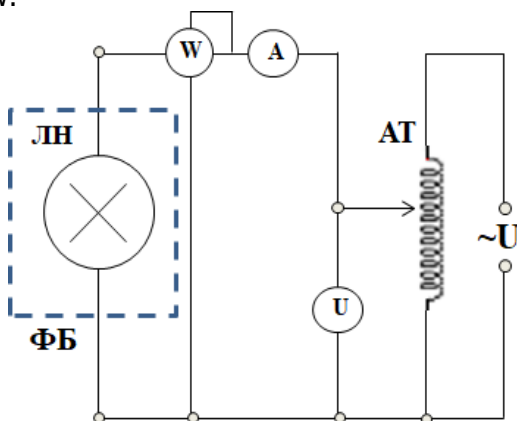

Рис. 3. Электрическая схема питания лампы накаливания.
Электрическая схема питания, позволяющая определять основные электрические и световые характеристики лампы накаливания, приведена на рис. 3. Автотрансформатор АТ подключен к сети 220 В. К его выходу подключена исследуемая лампа накаливания (ЛН), которая установлена в фотометрическом блоке ФБ. Напряжение, подаваемое на лампу, величина тока, протекающего через лампу и потребляемая электрическая мощность контролируются вольтметром V , амперметром A и ваттметром W .
1. Перед выполнением работы убедитесь, что стенд отключен от сети электропитания, электрическая схема питания лампы (см. рис. 3) собрана, рукоятку автотрансформатора повернуть против часовой стрелки до упора